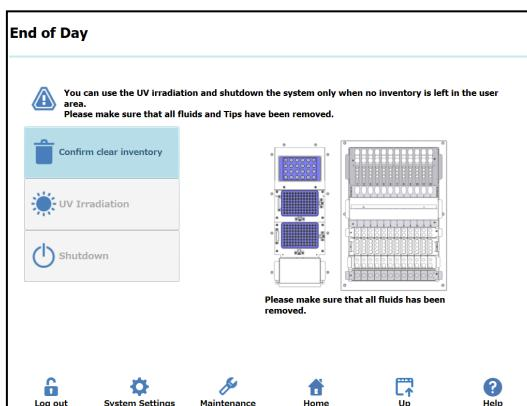

Abbildung20: Bildschirm „End of Day“ (Tagesende)
26. Auf der Startseite „End of Day“ (Tagesende) wählen. Es wird der folgende Bildschirm angezeigt (siehe Abbildung 20).